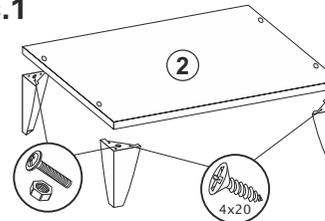

Рис.2
- Если у Вас пенал на подиуме, то гвоздями 2x20 прибить подпятники к стяжкам (10,11). Соединить стяжки (10,11) еврошурупами и прикрутить подиум к нижней крыше (2) (по центру: 50 мм от каждого края крыши до подиума) с помощью уголков 20x20 и шурупов 4x16 (рис.2).